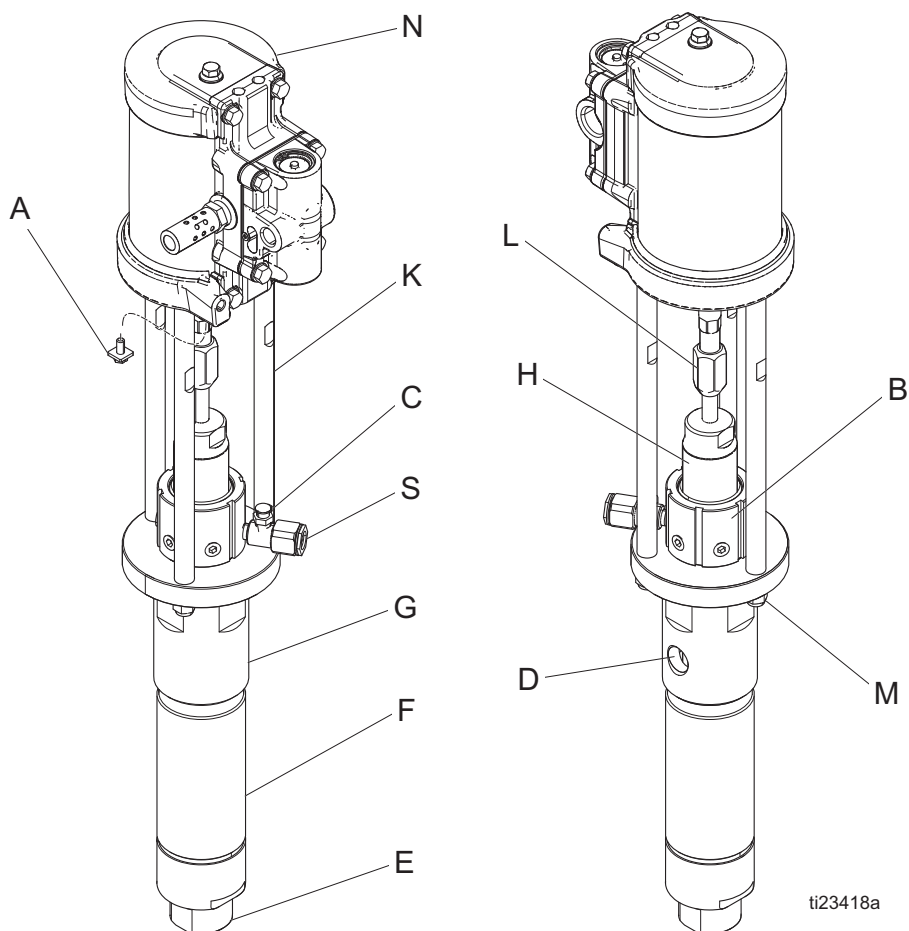

FIG. 1. Identificazione dei componenti
4. Annotare la posizione relativa dell'uscita del fluido della pompa (D) sulla presa d'aria del motore pneumatico. Vedere FIG. 1, pagina 4.
3. Avvitare i dadi (4) sui tiranti (3) senza serrare.
4. Installare il dado del giunto e i collari sull'asta del pistone. Con una chiave tenere le sezioni piatte dell'asta di posizionamento del motore pneumatico. Utilizzare un'altra chiave per serrare il dado di raccordo (9).
5. Vedere FIG. 1, pagina 4. Applicare sigillante per filettature sull'uscita del fluido della pompa (D) e sulle filettature del flessibile del fluido. Montare la pompa e ricollegare tutti i flessibili. Ricollegare il filo di terra se è stato scollegato durante la riparazione. Applicare una coppia di 81 N•m (60 ft-lb) alla tazza bagnata incorporata (B). Dall'apertura di riempimento riempire la tazza bagnata (C) con Graco TSL.
6. Serrare i dadi dei tiranti (4) uniformemente e applicare una coppia di 20-27 N•m (15-20 ft-lb).
8. Controllare la presenza di eventuali perdite di fluido sulla tazza bagnata incorporata (B). Eseguire la **procedura di scarico della pressione**, pagina 5.